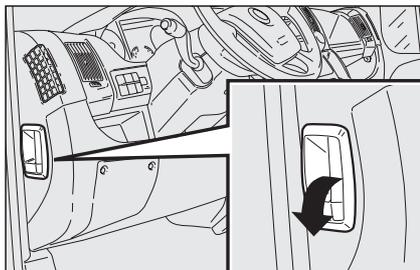

Abb. 100
- Den Hebel **Abb. 100** in Pfeilrichtung ziehen;